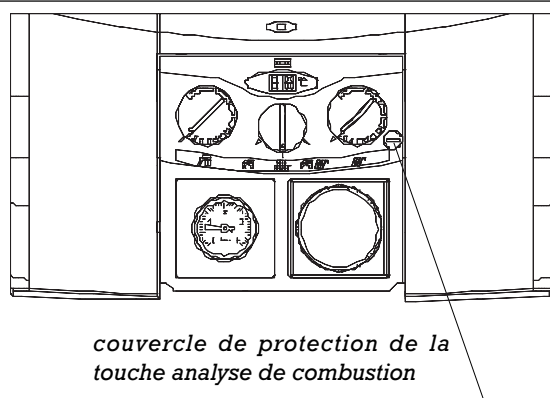

Fig. 3.11
- dévisser avec une pièce de monnaie le couvercle de protection de la touche analyse combustion (fig. 3.11),